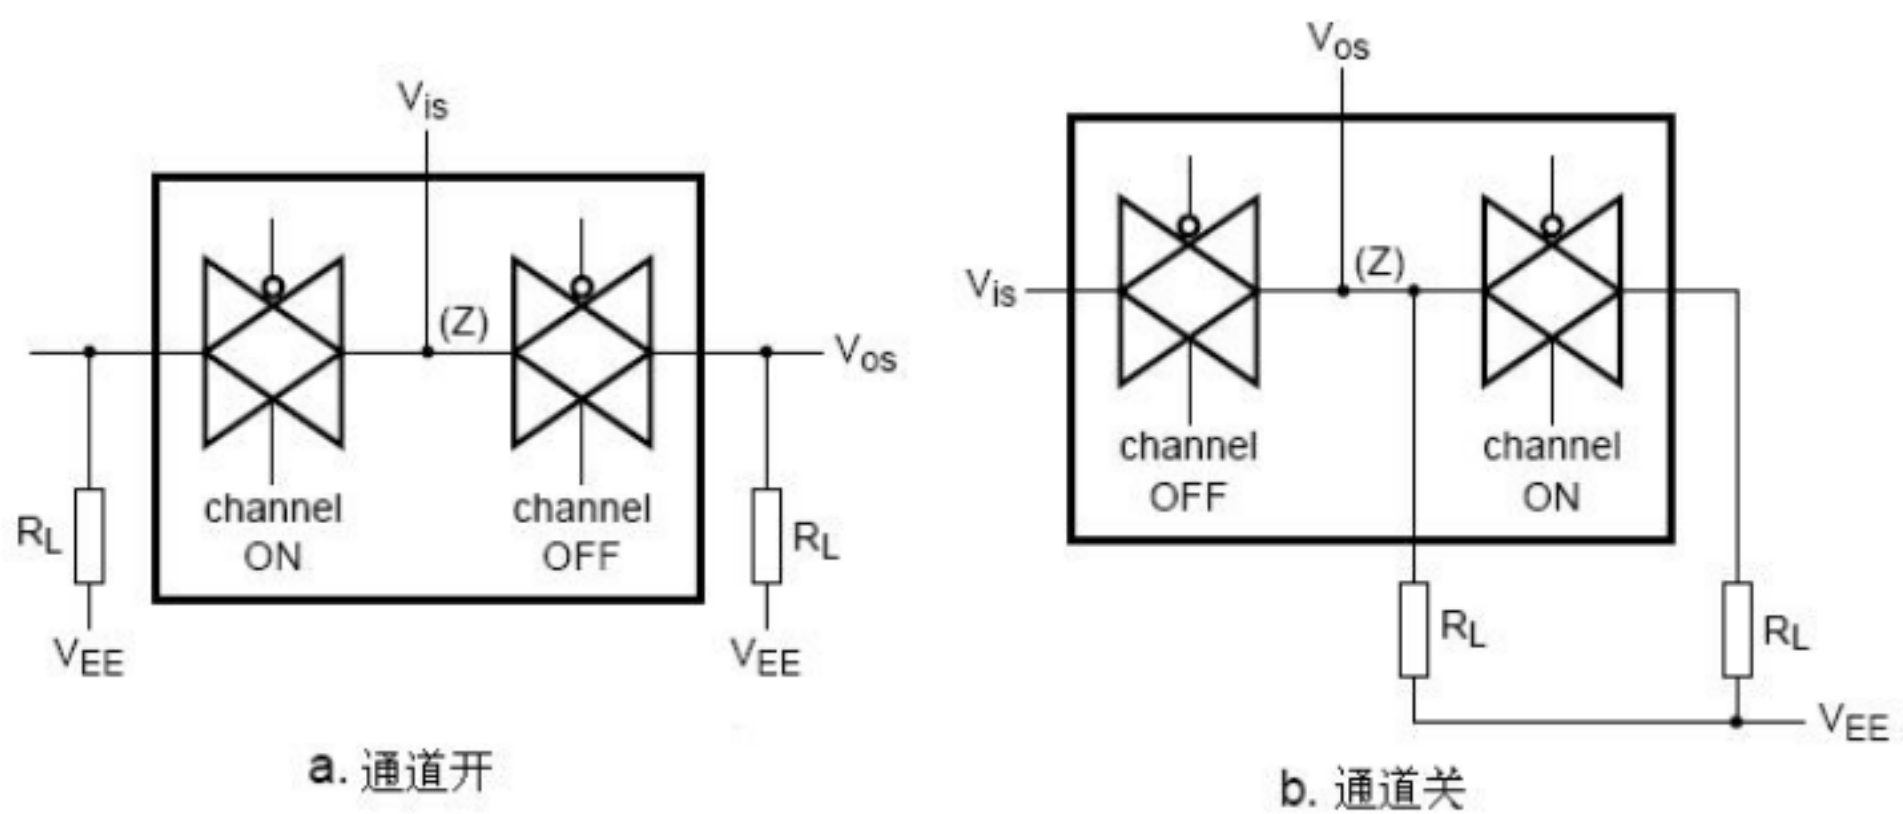

图 9、通道间串扰测试图
- 1、 $R_L = 1k$ ； $20\log V_{os}/V_{is} = -50dB$ ，见图 9